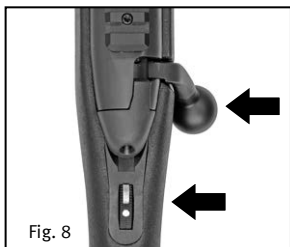

Fig. 8
Posición de bloqueo + Seguridad de la aguja percutora (Fig. 8):
2. Cuando inserte de nuevo el cerrojo en el cajón de mecanismos, el seguro rotativo debe estar en la posición “Bloqueo” (Fig. 8). Sujete el cerrojo por la palanca e insértelo en el cajón de mecanismos. Cuando inserte el cerrojo, gírelo de manera que la palanca se deslice por la ranura del cajón de mecanismos.